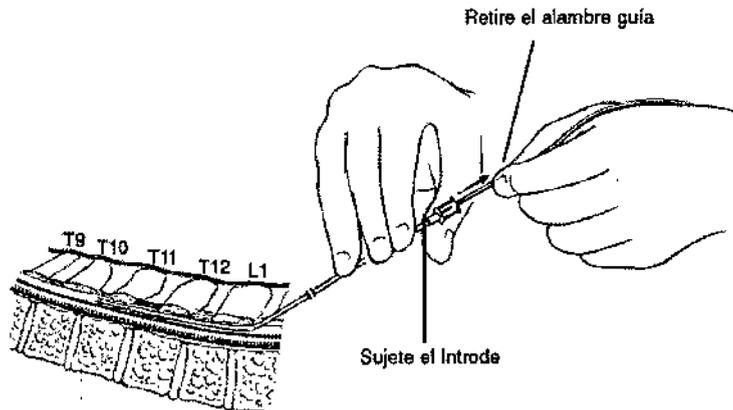

FIGURA 10
7.* Cuando el Introde alcance el nivel medular deseado para la colocación del electrodo, retire la guía (ver Figura 10).